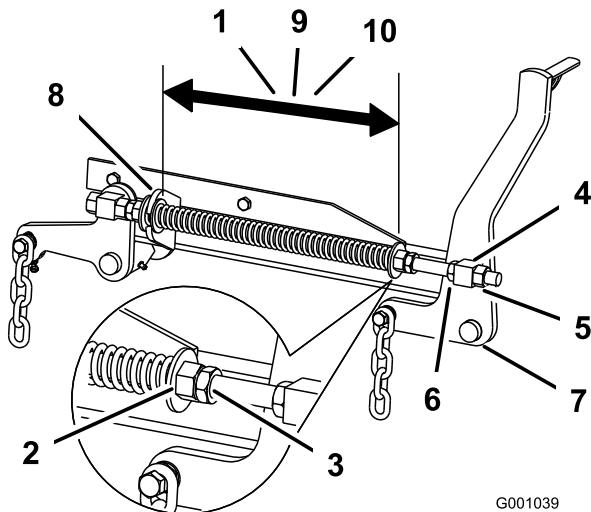

Figura 66
2. Compruebe la distancia entre las dos arandelas grandes, que debe ser de 28,2 cm (11-1/8 pulg.) para plataformas de cortacésped de 52 pulgadas, 26,7 cm (10-1/2 pulg.) para plataformas de cortacésped de 60 pulgadas ó 29,2 cm (11-1/2 pulg.) para plataformas de cortacésped de 72 pulgadas (Figura 66).
3. Ajuste esta distancia aflojando la contratuerca elástica y girando la tuerca que está delante de cada muelle (Figura 66). Gire la tuerca en el sentido de las agujas del reloj para acortar el muelle y en el sentido contrario a las agujas del reloj para alargar el muelle.
4. Fije la tuerca en la posición deseada apretando la contratuerca elástica (Figura 66).